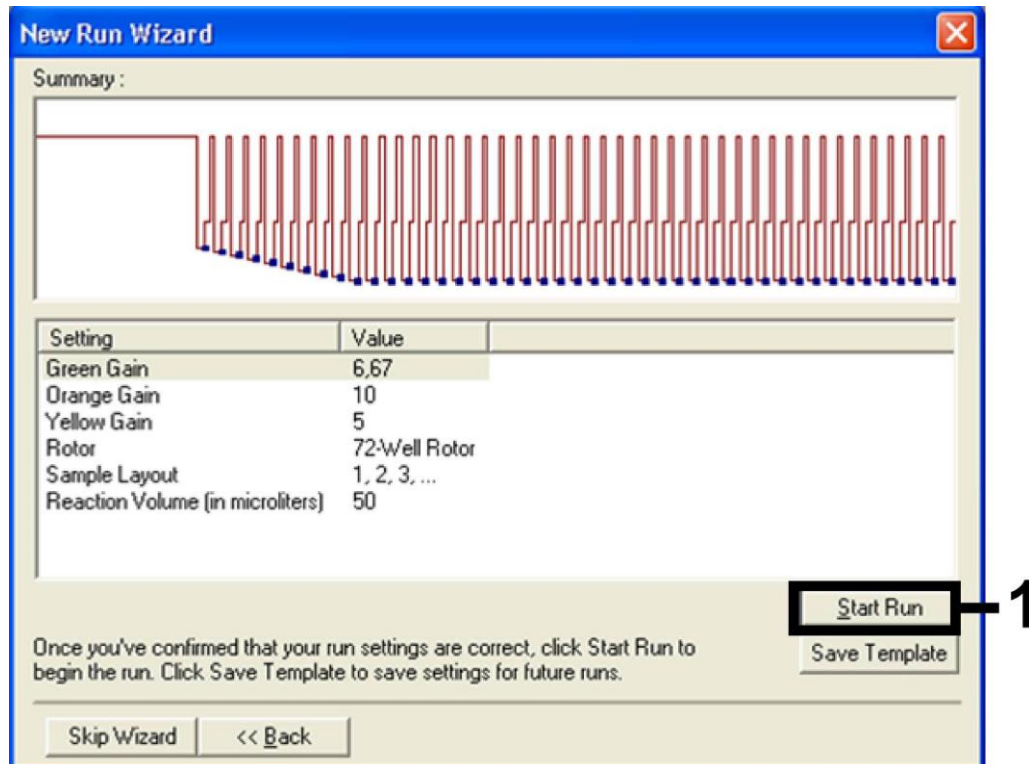

Figura 9. Inicio del procesamiento.
Inicio del procesamiento	Figura 9
10. Los valores de ganancia determinados por la calibración de los canales se guardan automáticamente y se muestran en la última ventana de menú del procedimiento de programación (figura 9). Haga clic en "Start Run" (Iniciar procesamiento).